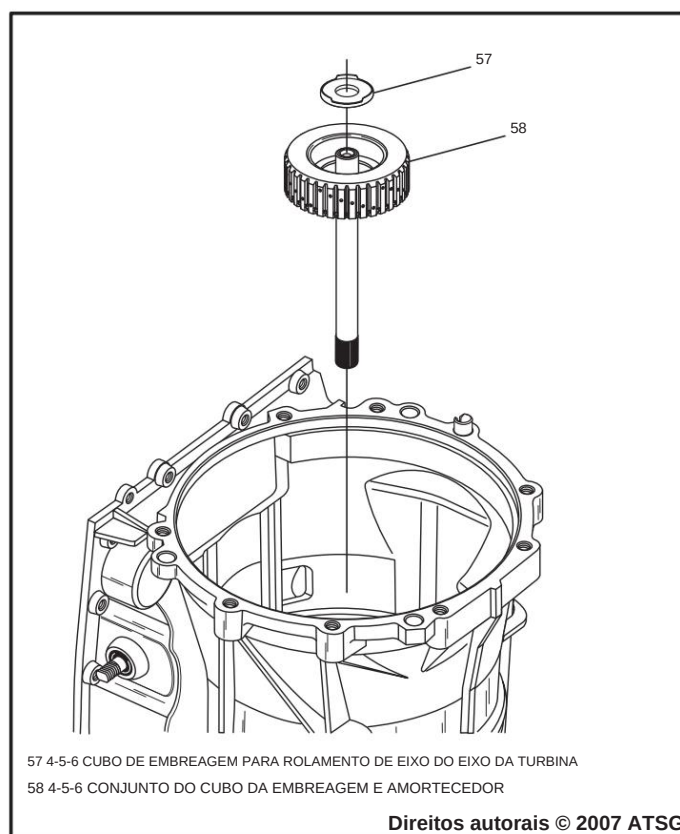

Figura 47
9. Remova o cubo da embreagem 4-5-6 e o conjunto do amortecedor e o rolamento de impulso, conforme mostrado na Figura 47.